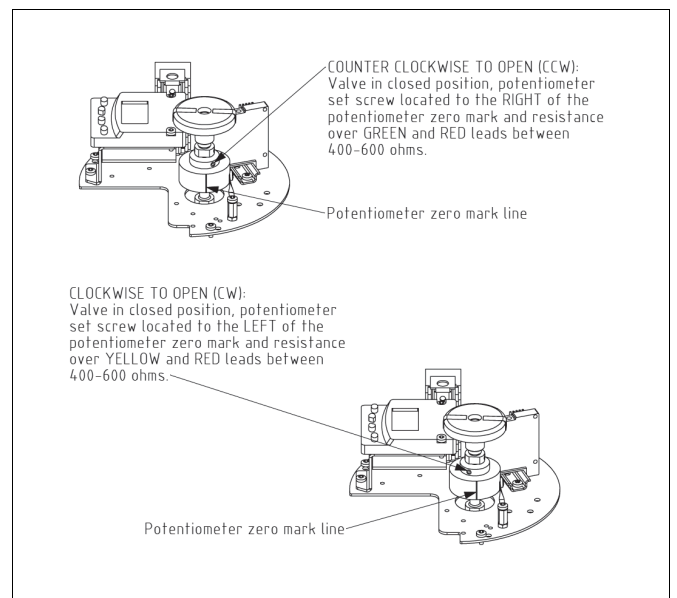

図 48 ポテンシオメーターの操作。
- ポテンシオメーターの内側 (ポテンシオメーターの上側にある直径の小さい円筒状の部分) を回転させ、正しい角度に調整します。正しい角度は、バルブの動作方向 (CCW または CW で開く) によって異なります (図 48 参照)。ポテンシオメーター側の中心線マークは、ポテンシオメーターの初期位置合わせに役立ちます。ポテンシオメーターの向きを調整するには、バルブと軸が閉じた状態で静止していることを確認します。